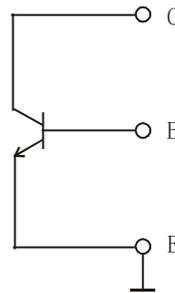
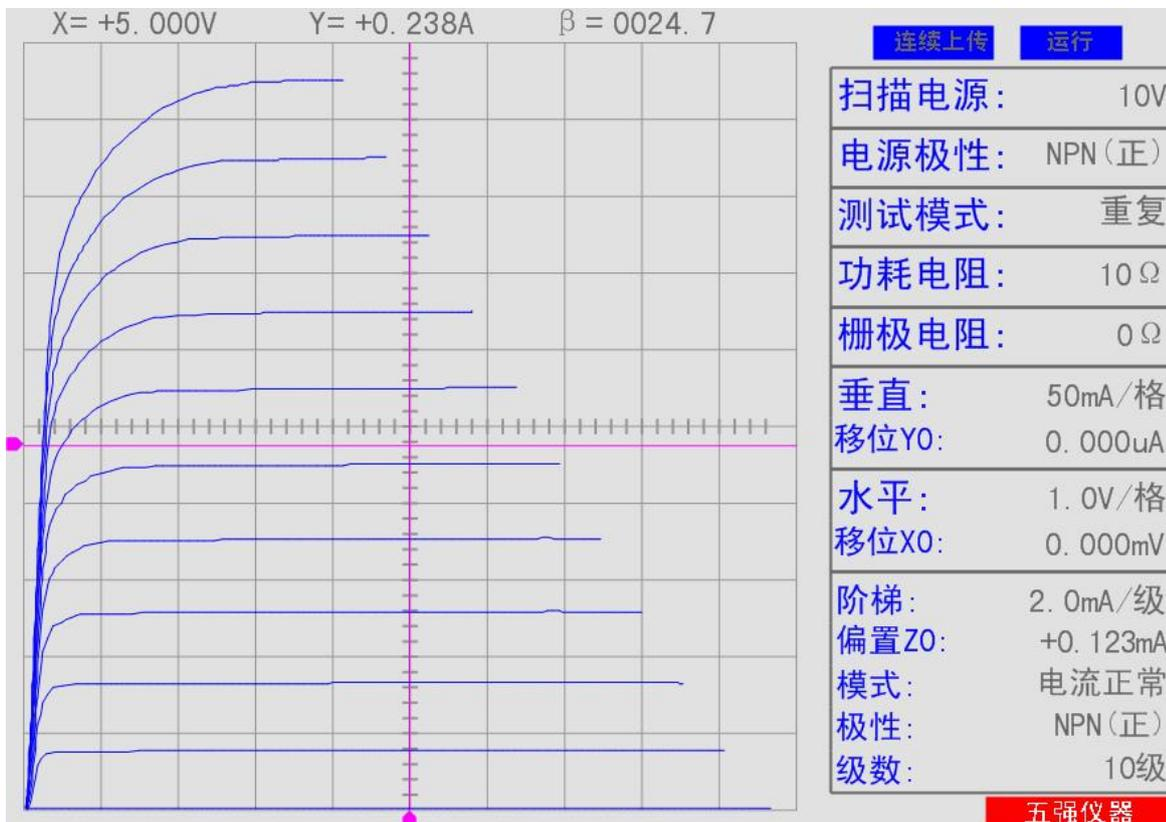

图 16
图 17 E13005 曲线及设置参数档位
6.1 NPN 型三极管 E13005 连接见图 16，特性曲线见图 17